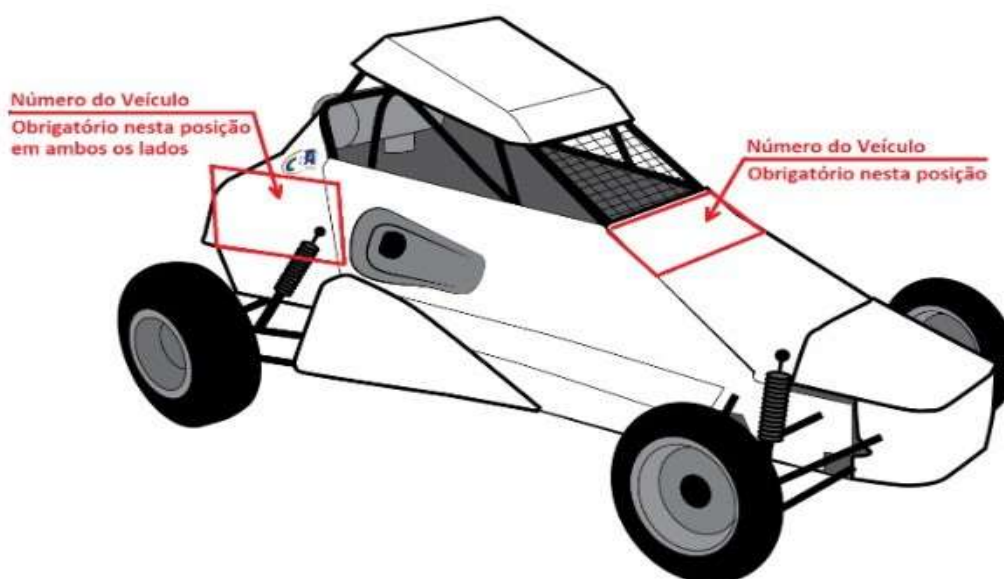

Figura 2 – localização obrigatória do número na lateral do veículo.
14.1 - É obrigatório o uso de números de identificação **REFLETIVOS**, nas laterais e na frente carenada, com dimensões de 200 mm de altura com 40 mm de traço, conforme posições indicadas na Figura 2 abaixo.